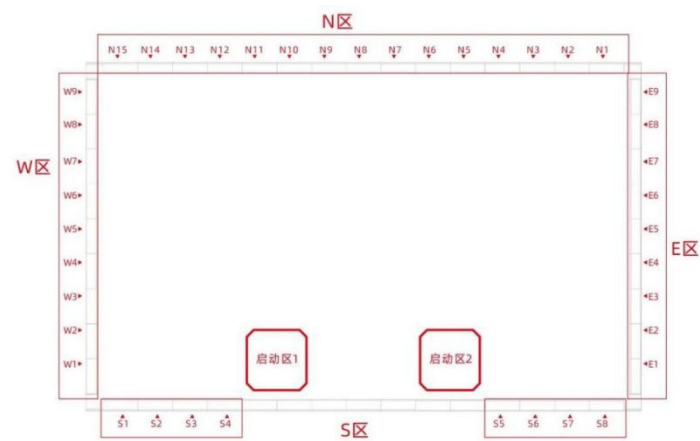

图 10 赛台围栏分区及编号
- (1) 围栏东、南、西、北四边可利用的每段挡板按顺序编号，如图 10所示。
- (2) 可使用抽签卡，并按表格顺序抽签。
- (3) 模型类型及位置由抽签决定，由裁判确定其安装方向。
- (4) 若模型位置不合适，可重新抽取。